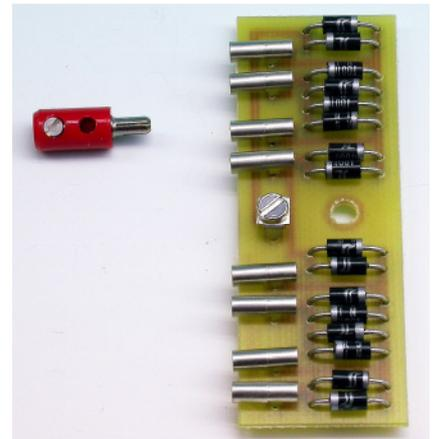

Bild 1: der Baustein Spannungsreduzierung
2. Das Produkt ist in Bild 1 zu sehen. Diese Anleitung ist Bestandteil des Produktes. Bitte bewahren Sie diese gut auf.